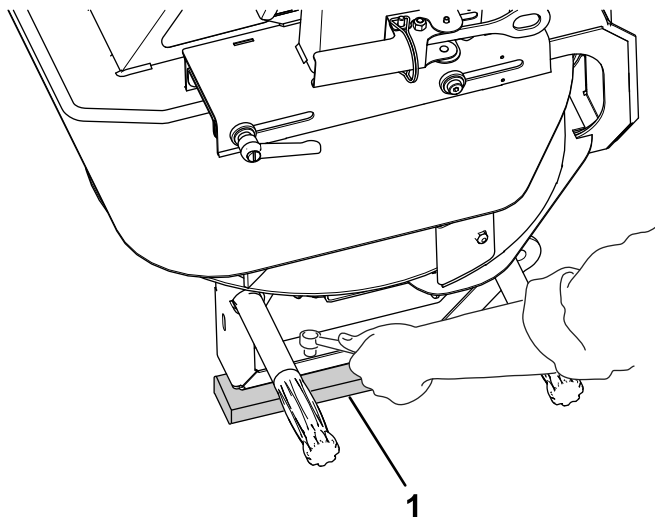

Figura 6
- Retire los 4 tornillos de las patas del doble rotor. Con la ayuda de otra persona, levante el doble rotor y retire los espárragos y la gomaespuma de transporte (**Figura 6**).